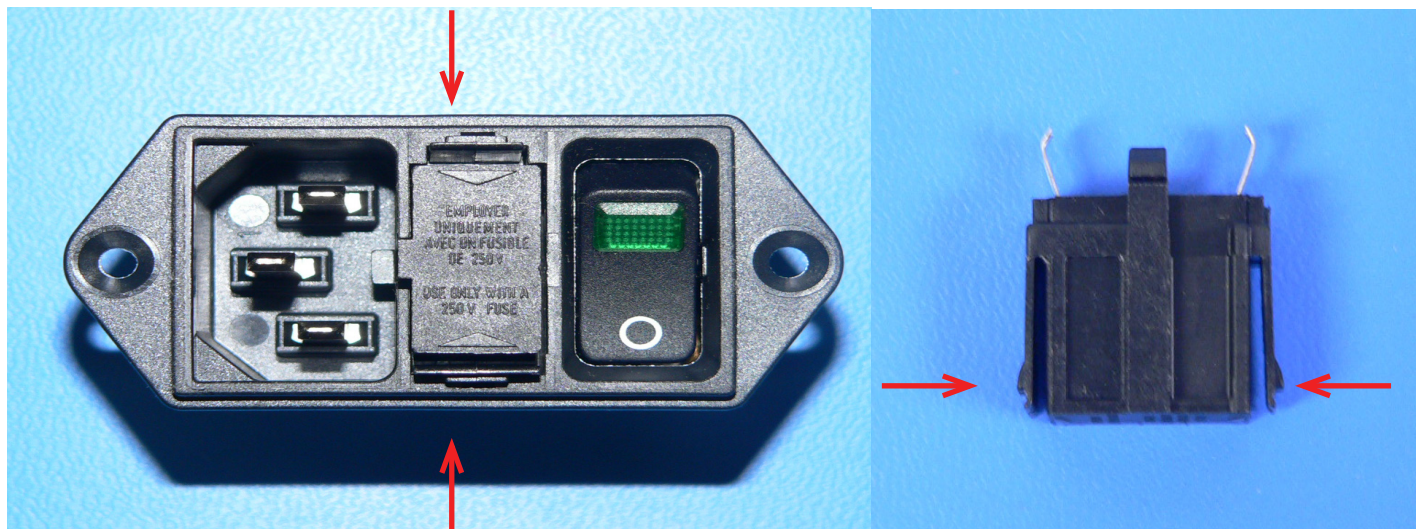

Рис. 18. Выступы блока предохранителей
2. С помощью круглогубцев осторожно извлеките блок предохранителей из модуля подачи питания, надавив на выступы блока предохранителей в пазах, как показано на рис. 18.